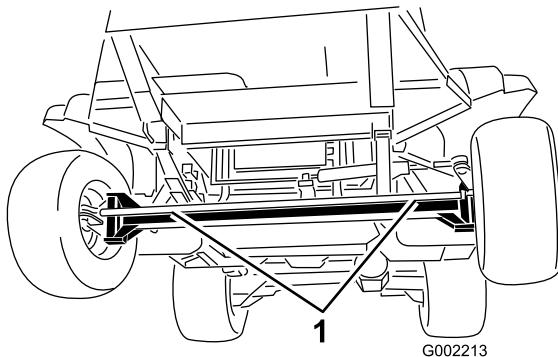

**Figura 27**
2. Conecte un cable de remolque al bastidor. Consulte los puntos de remolcado delanteros y traseros en Figura 26 y Figura 27.